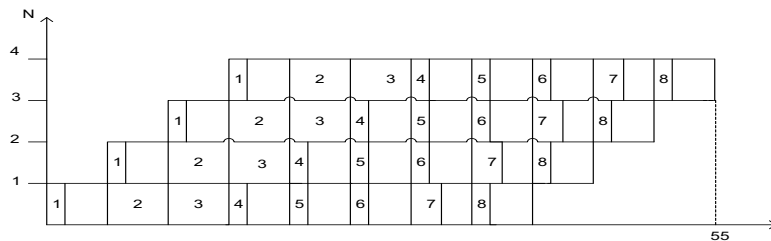

Рис. 4
3) Розглянемо діаграму роботи конвеєра з постійним тактом (рис. 4).